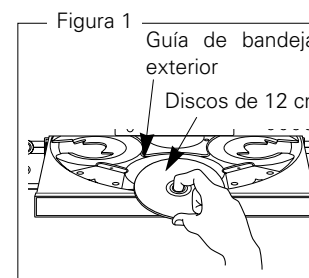
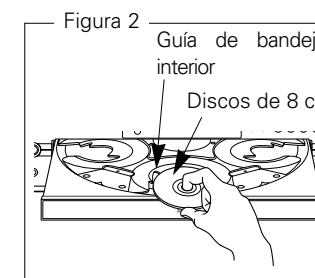

Figura 1
Figura 2
- Coloque los discos de plano, discos de 12 cm en la guía de bandeja exterior (Figura 1), discos de 8 cm en la guía de bandeja interior (Figura 2).